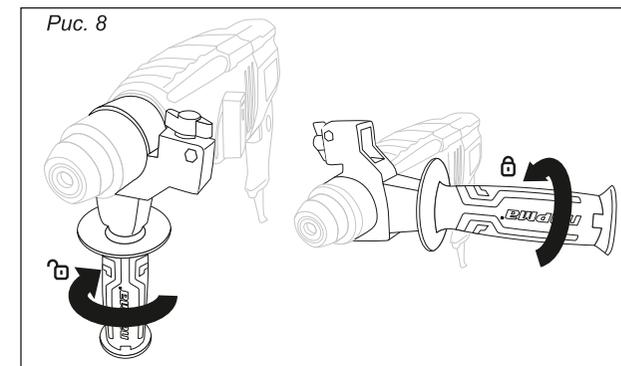

Рис. 8
**6.6. Передняя рукоятка (рис. 8)**